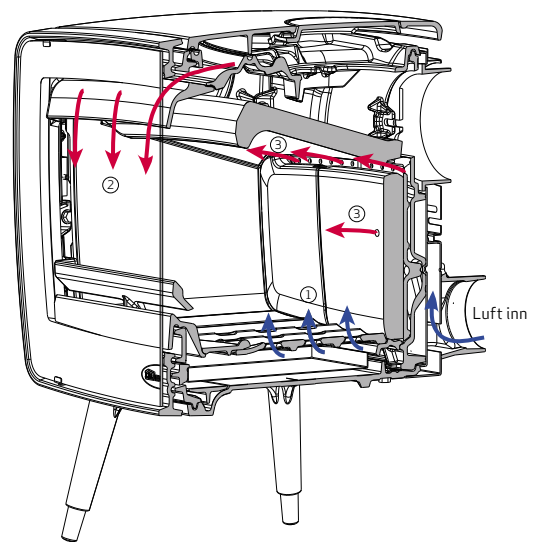

Fig. 12 Prinsippskisse av forbrenningslufttilførselen til brennkammeret.
Når regulatoren (1) er stengt bør regulatoren (2) fig. 14 stå i åpen stilling (lukkes litt dersom skorsteinstrekken er over det anbefalte). Trekkventilen sørger for luftspyling nedover glassene og gir lufttilskudd til forbrenningen. Se fig. 12. Den faste lufttilførselen (3) for etterbrenning (CB-teknikk) kommer inn i underkant bak i peisovnen og ut i underkant røyklederplate (hvelvplate). Se fig. 12.